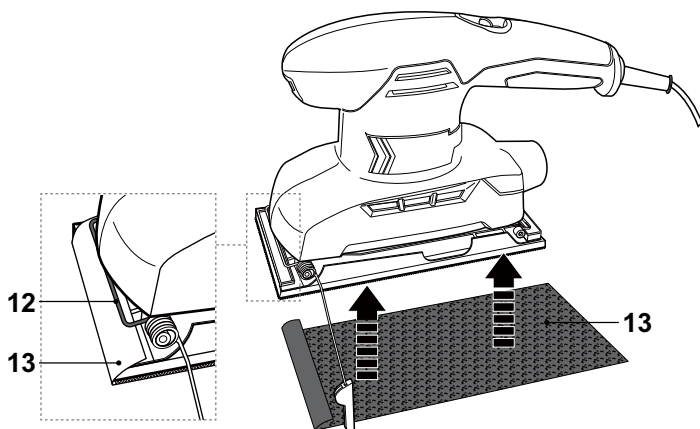

Fig. 5
- > Alinee uno de los extremos del papel de lijado (13) a una de las barras de sujeción (12) y manténgalo en esa posición (Fig. 5).